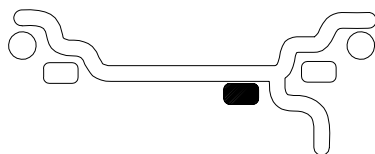

Figura 16
**B. STATIC** (un solo plano - Figura 16). Aconsejado para llantas estrechas (3" o menos). Utilice un único peso de corrección colocado en el centro de la llanta, tal y como se ilustra en la Figura 16.